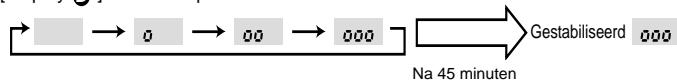

Fig. 8-3
③ Druk op FILTER (↔) om de instelling te bevestigen. (Fig. 8-3)